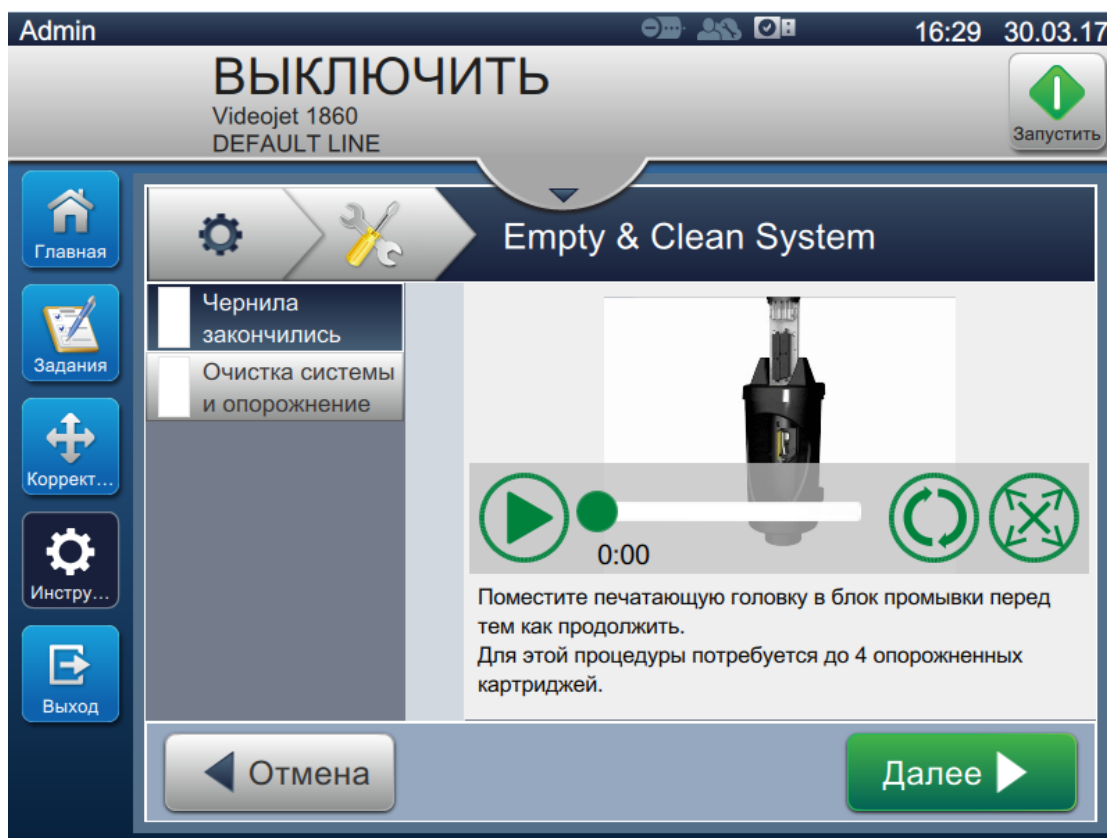

Рис. 7-3. Экран опорожнения и очистки системы
2. Выполните инструкции (или действия, приведенные в видеоруководстве) и нажмите кнопку *Далее*, как показано на Рис. 7-3, чтобы продолжить.